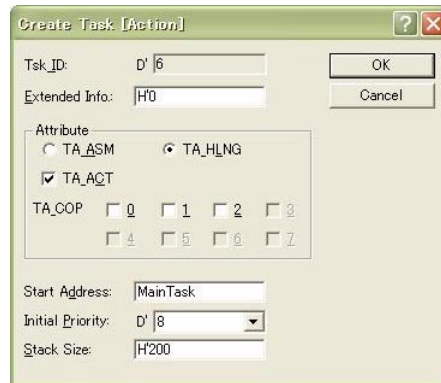

図2.18 [Create Task]ダイアログボックス
- (18) [Debug->Halt Program]によりプログラムを停止してください。MainTask をTask7 よりも低い優先度(8)で生成・起動します。[Task]ウィンドウでタスク ID 6 を選択(ハイライト)させ、ポップアップメニューから[Action->Create Task...]を選択すると、[Create Task]ダイアログボックスが開きます。ここでは、図 2.18のように入力してください。